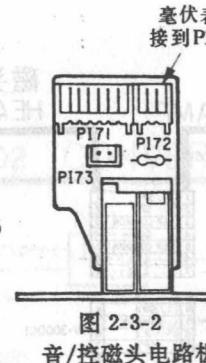

图 2-3-2
- 将音频输入端对地短路,在没有输入信号的情况下,联接毫伏表到P172的1脚和2脚(地)(图2-3-2)。